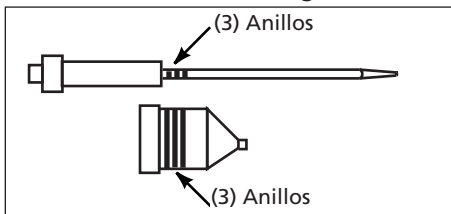

Figura 3 - Juego de aguja y boquilla para todo tipo de materiales
3. La aguja y boquilla para todo tipo de materiales tienen tres anillos grabados como se muestra en la figura 3.